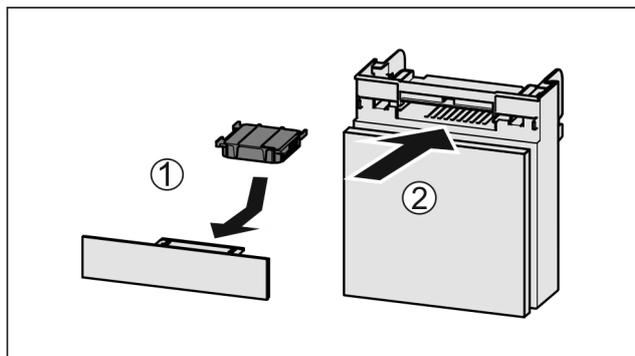

Fig. 141
- ▶ 按图装入 Fig. 141 (1) 活性炭过滤器。
- ▶ 推入 Fig. 141 (2) 抽屉。